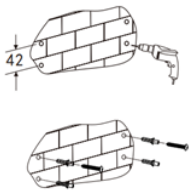

Abbildung 2
1. Für die Montage an der Wand bohren Sie 4 Löcher mit $\varnothing 8$ mm an einer geeigneten Stelle. Beachten Sie dabei den Abstand der Bohrungen auf der Rückseite der Dunstabzugshaube. Setzen Sie Dübel in die Bohrlöcher ein. Siehe Abbildung 2.